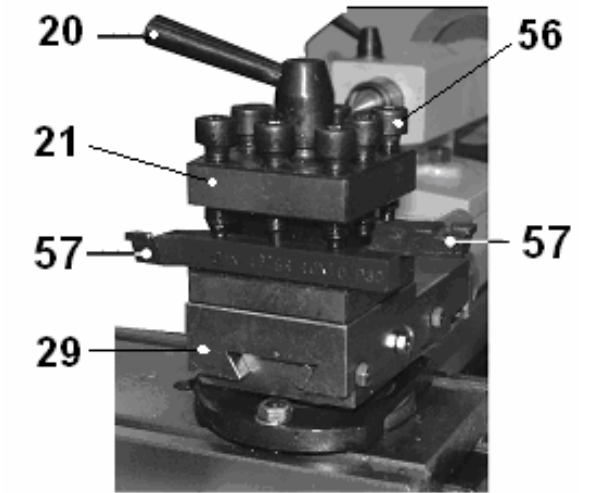

Рис. 13
10.1.9. Для ускорения и удобства работы можно установить в резцедержателе (21) параллельно, но направленные в противоположные стороны головками, два резца (57), Рис.13, при условии, что оба резца (57) в резцедержателе (21) закрепляются тремя болтами (56), Рис.11-13.